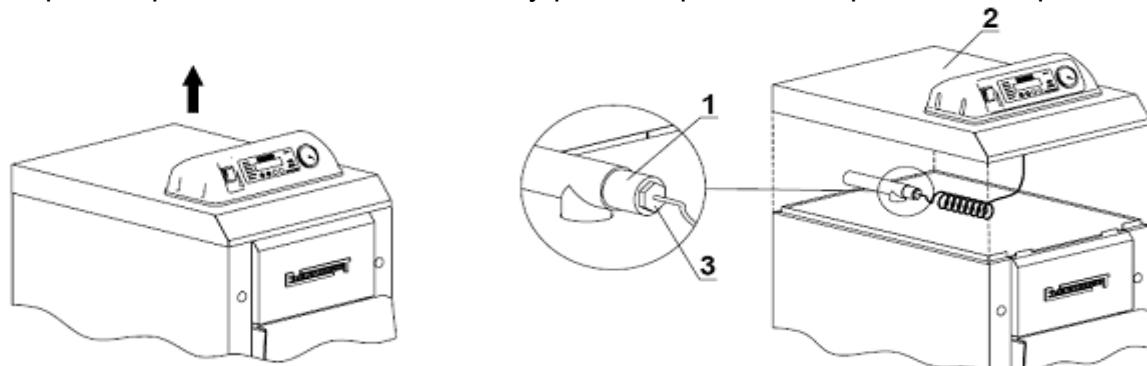

Рис. 9. Демонтаж кришки обудови котла і проводу термоманометра.
3). Перевірити герметичність поєднання кроцьца з проводом манометра (Рис. 9)